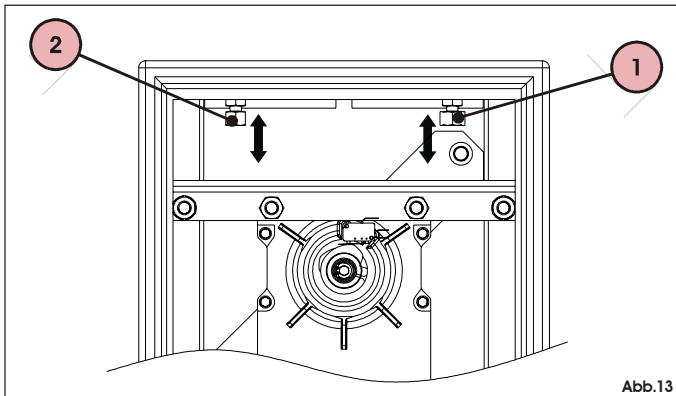

Abb. 13
- Die mechanischen Endanschläge, Abb. 13 - Bez. 1 und 2, regeln.